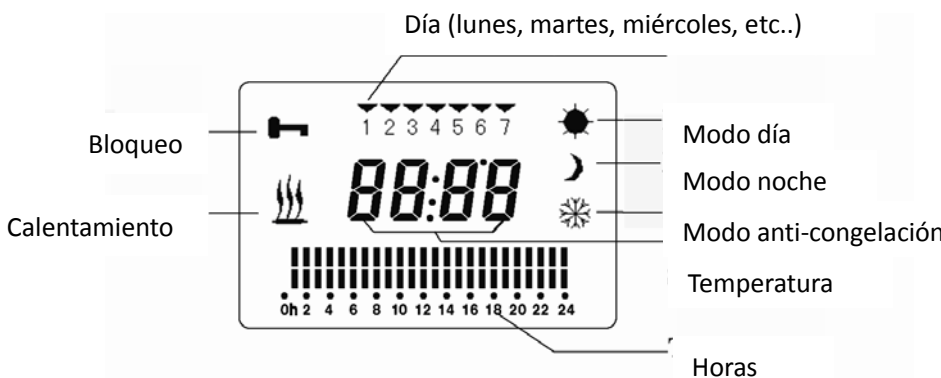

Figura 8
- La figura 8 muestra que las dos primeras barras corresponden a la primera hora que deberá introducir (de 0 a una de la mañana), iluminándose intermitentemente. El calendario semanal indica “1” para lunes (primer día a programar).